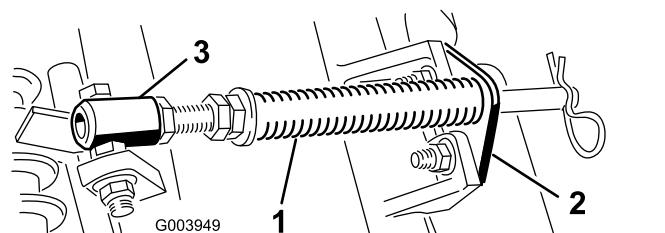

Figura 10
A. Retire los 2 pernos de cuello cuadrado y las tuercas que sujetan el soporte de la varilla a las pestañas de la unidad de corte (Figura 10). |
- B. Retire la tuerca con arandela prensada que fija el perno del tubo del muelle a la pestaña del bastidor de tiro (Figura 10). Retire el conjunto.